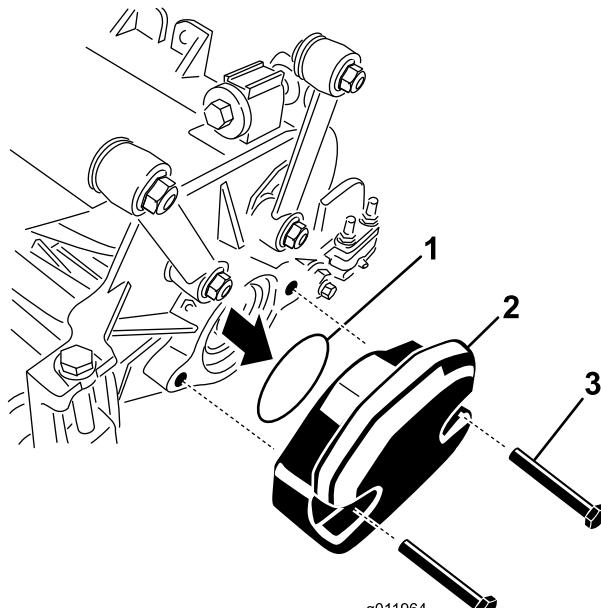

图6
1. 在 3 号滚刀组上卸下将配重块固定至滚刀组左端的 2 个平头螺丝然后取下配重块 图6。